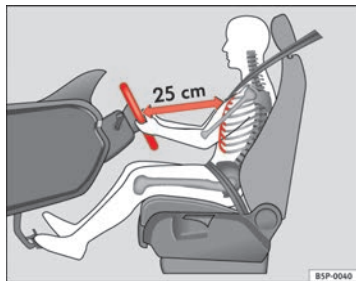

Abb. 1 Der richtige Abstand des Fahrers zum Lenkrad
- Stellen Sie das Lenkrad so ein, dass der Abstand zwischen Lenkrad und Brustkorb mindestens 25 cm beträgt ⇒ **Abb. 1**.
⇒ Seite 10, Abb. 1. Beträgt der Abstand weniger als 25 cm, kann Sie das Airbag-System nicht richtig schützen.